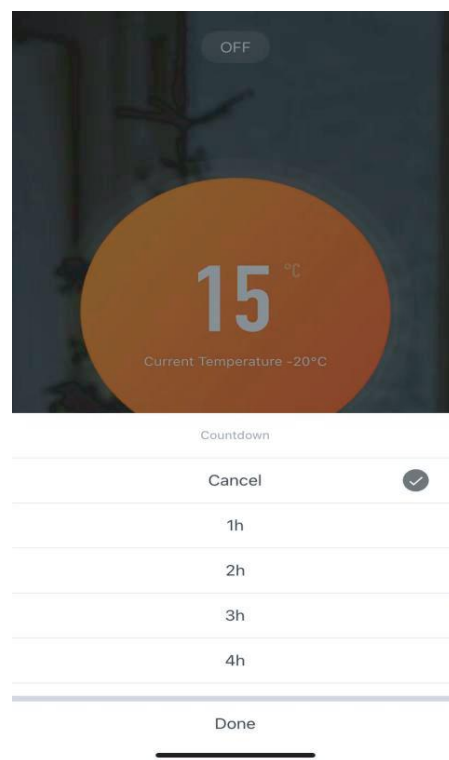

Imagen 8
3. Pulsa Cuenta regresiva y selecciona un tiempo entre 1 y 8 horas, como se muestra en la imagen 8.